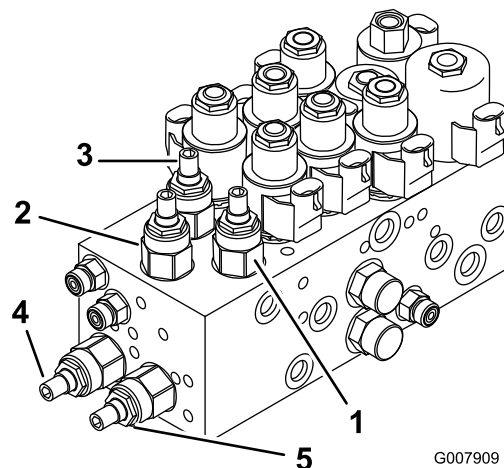
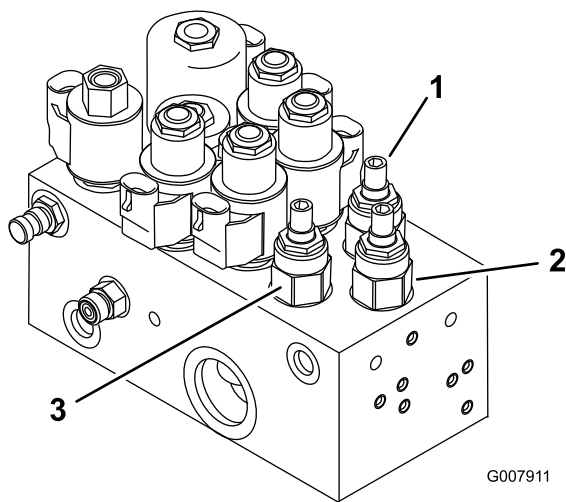

Figura 86
Figura 87
1. Localice las válvulas de ajuste de las unidades de corte deseadas; las válvulas están situadas en el colector de elevación (ver tabla y Figura 86 y Figura 87).